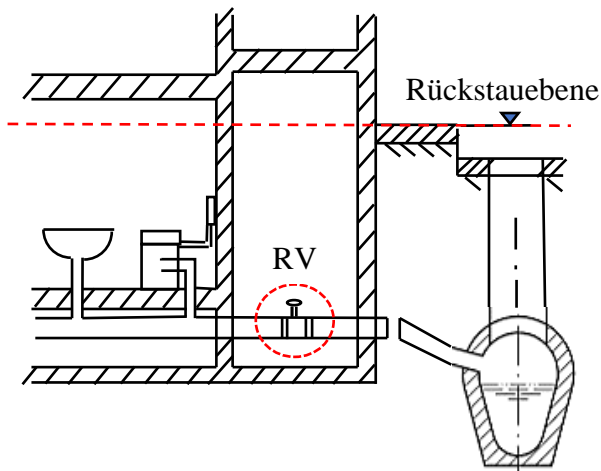

Abbildung 6: (Prinzipskizze) Schutz gegen Rückstau bei Gefälle zum Kanal von Räumen untergeordneter Nutzung durch einen RV
Werden die Klappen durch zurückfließendes Wasser geschossen, kann auch kein Wasser mehr aus dem Gebäude abfließen. Das Abfließen im Störfall kann mit einem Rückstauverschluss (RV) deshalb nicht gewährleistet werden. Die Lage und der Aufbau eines RV können der Abbildung 6 entnommen werden.
- a. Es muss ein Gefälle zum Abwasserkanal bestehen (vgl. Abb. 6).